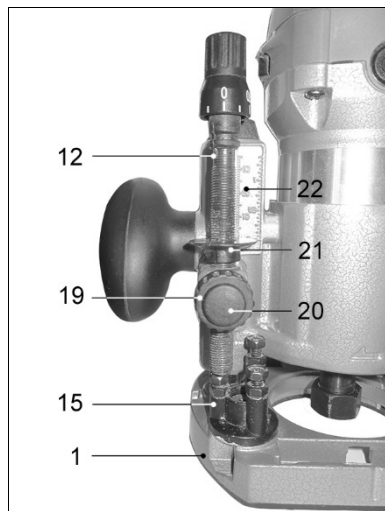

Рисунок 6.
7.3. Грубая установка глубины погружения фрезы в заготовку (Рисунок 6)